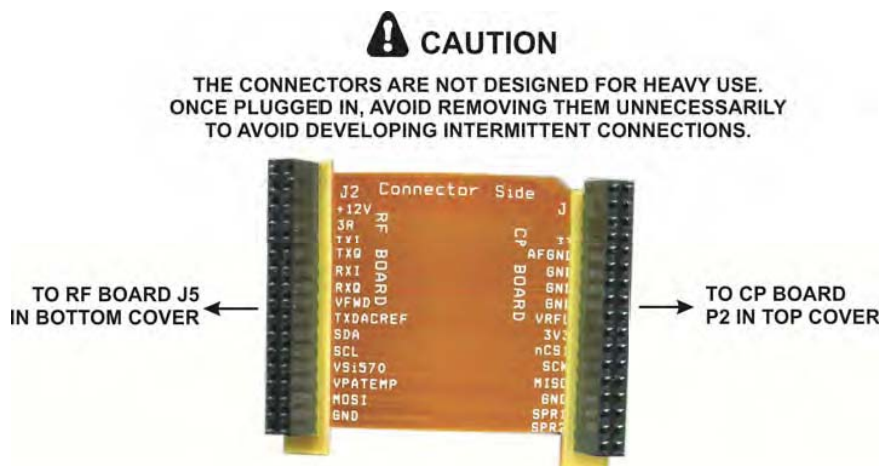

Figure 48. Flex Cable.
□ その上で下カバーをセットして、CPボードにRFボードに加わるフレックス・ケーブルを見つけてください(図48を参照)。終了をそれぞれ接続しなければならない場合ケーブルがボードを識別することに注意してください。